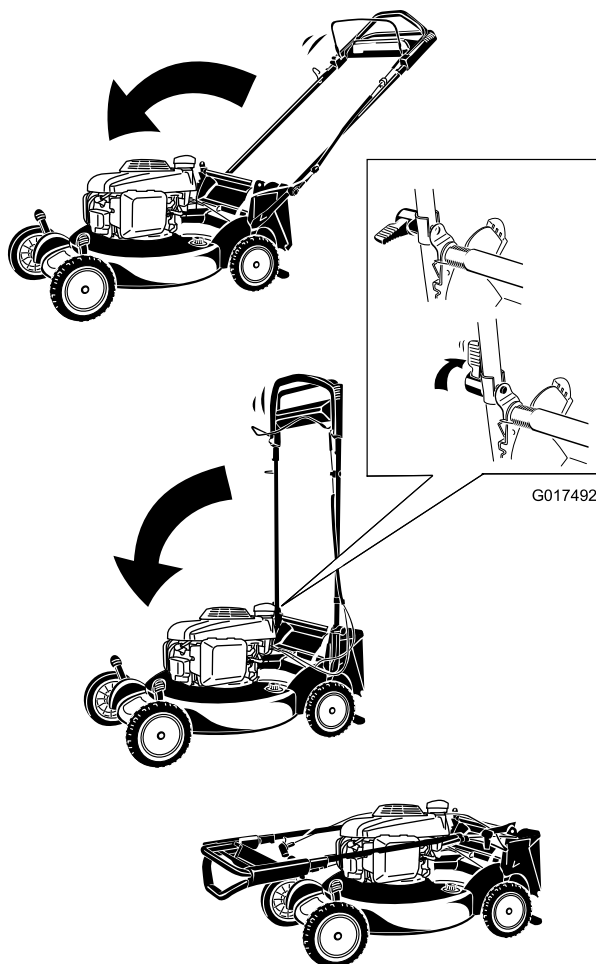

Figure 38
1. Pliez la partie supérieure du guidon en avant (Figure 38).